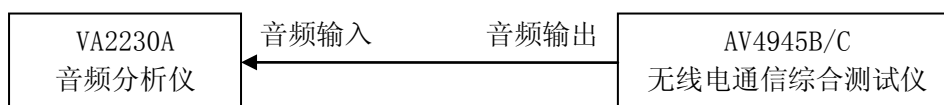

图 6-13 音频信号发生特性测试框图
- 1) 如图 6-13 连接测试仪器, 设置 AV4945B/C 为音频发生模式, 输出频率 20kHz, 幅度 200mVrms, 波形正弦, 输出阻抗 high-Z; 设置音频分析仪为音频测量模式, 将频率实测值记入表格 A.1 相应空格处;
- 1) 如图 6-13 连接测试仪器, 设置 AV4945B/C 为音频发生模式, 输出频率 20kHz, 幅度 10mVrms; 将音频分析仪电平实测值记入表格 A.1 相应空格处;